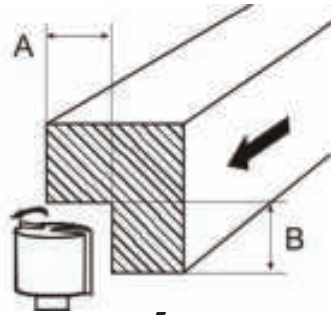

рис. 5
6.10 Глубина/высота фрезерования (рис. 5).
7.1 Фрезерование граней (рис. 5)